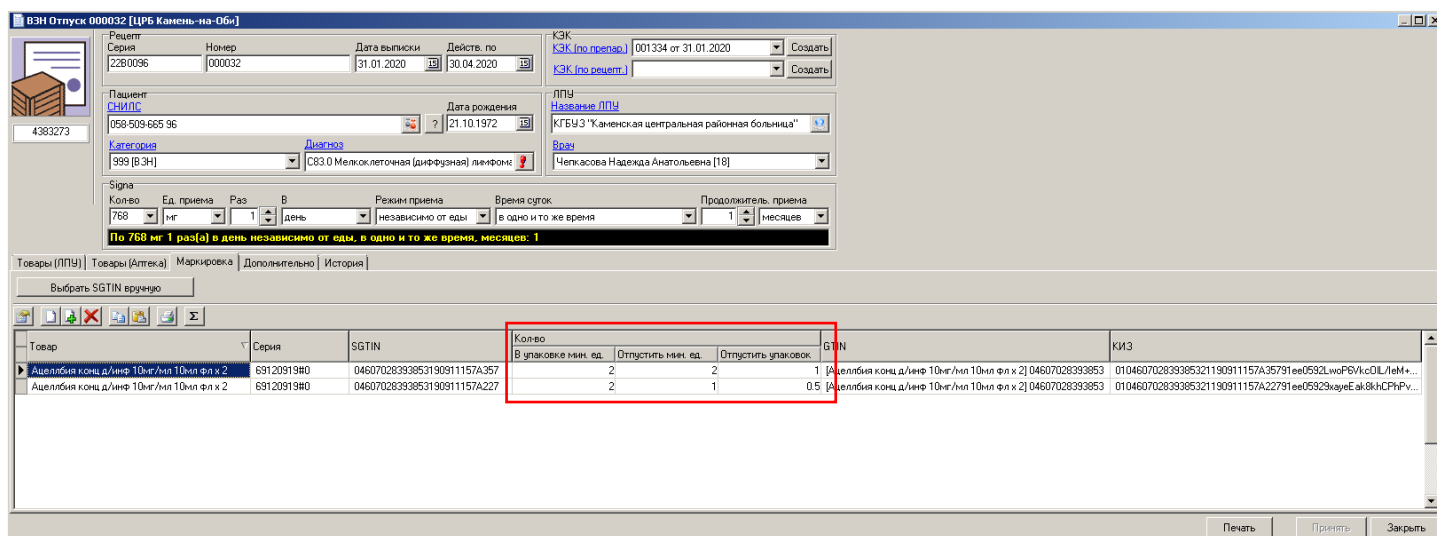

Рис.1
- 6.3. После того, как нужный ЛП добавлен в рецепт, необходимо перейти на закладку «Маркировка», см. Рис.1.
- 6.6. После добавления КИЗ на закладке «Маркировка» рецепта, необходимо указать количество отпускаемых торговых упаковок. Отпуск ЛП посредством регистратора выбытия позволяет совершать деление торговой упаковки. В колонке «Кол-во/В упаковке мин. ед» содержит информацию о том, на сколько частей можно поделить данную торговую упаковку ЛП. В колонке «Кол-во/Отпустить мин. ед» необходимо указать сколько минимальных единиц необходимо отпустить. В том случае, если нужно отпустить всю упаковку, то в данной колонке нужно указать количество, совпадающее со значением в колонке «Кол-во/В упаковке мин. ед». Колонка «Кол-во/Отпустить упаковок» содержит отпускаемое количество в торговых упаковках. На Рис.1 вышеописанные колонки обведены красным прямоугольником. Из трех указанных колонок только колонка «Кол-во/Отпустить мин. ед» является доступной для редактирования.